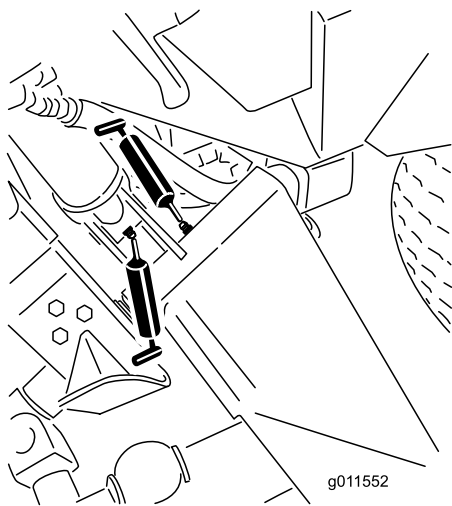
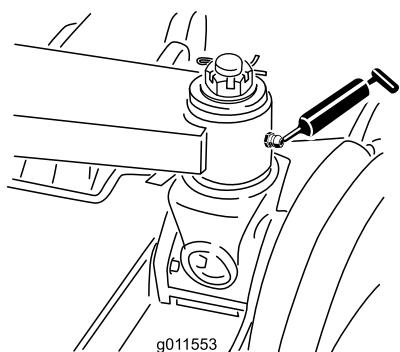

Figura 66
Figura 67
- Boccole (6) del braccio di sollevamento principale (Figura 66 e Figura 67)